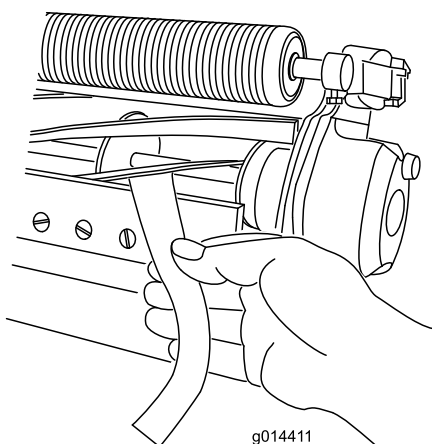

Bild 5
3. Führen Sie an einer Seite der Spindel einen langen Streifen Papier zwischen der Spindel und dem Untermesser ein (Bild 5). Drehen Sie die Einstellschraube des Untermesserträgers, während Sie die Spindel langsam vorwärts drehen, nach rechts (am selben Ende der Spindel), jeweils um einen Klick, bis das Papier fest gehalten wird, wenn Sie es von vorne parallel zum Untermesser einführen. Wenn das Papier gezogen wird, sollten Sie einen leichten Widerstand spüren.
5. Vergewissern Sie sich nach dieser Einstellung, dass die Spindel Papier einklemmen kann, das von vorne eingeführt wird, und Papier schneiden kann, das senkrecht zum Untermesser eingeführt wird (Bild 5).